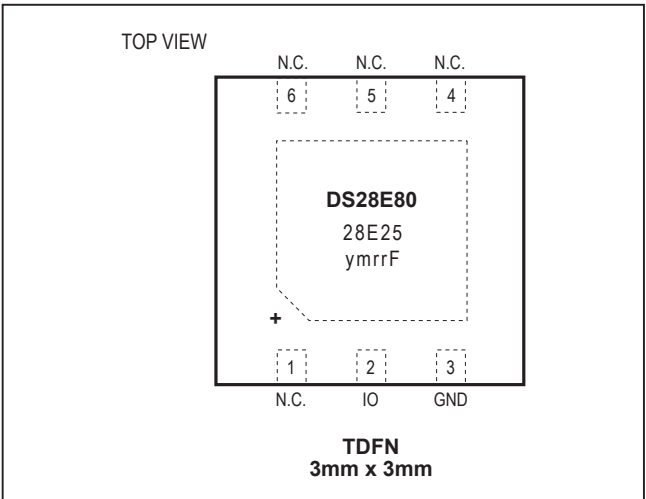

Figure 3. DS28E80 Chip Orientation for TDFN-EP Socket
- a) Insert the DS28E80 in the TDFN-EP socket on the DS9120Q+ EV board. See Figure 3 for the pin configuration.